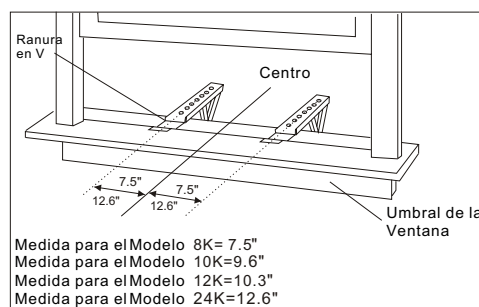

Fig. 6
B. Mida el ancho del interior del umbral de la ventana y defina el centro, tal como se indica en la Fig. 6. Alinee la ranura en V de cada soporte ensamblado sobre estas marcas y monte los soportes al umbral con los tornillos de 3/4" proporcionados. Los soportes deberán quedar perpendiculares al umbral interno de la ventana. Vea la (Fig. 6).